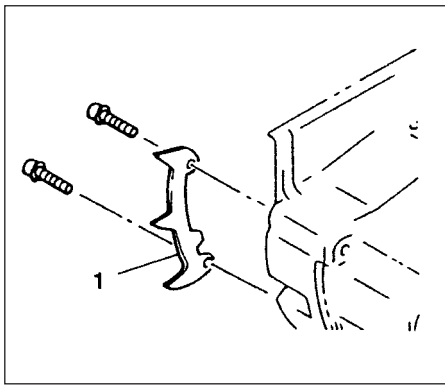

Fig.1-0
\* Installer la griffe d'abattage (1) (Si la machine en est munie) fournie avec l'unité sur l'unité avec les deux vis. (Fig.1-0)